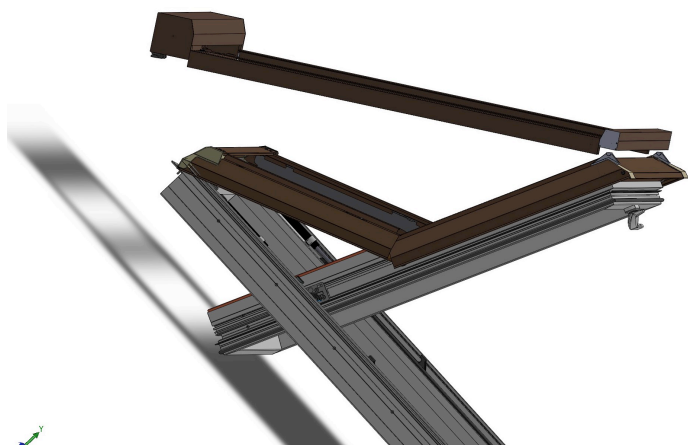

Fig.11
6) Insira a parte inferior das guias do obturador de rolos nas lâminas previamente anexadas (Fig.11 e 12)